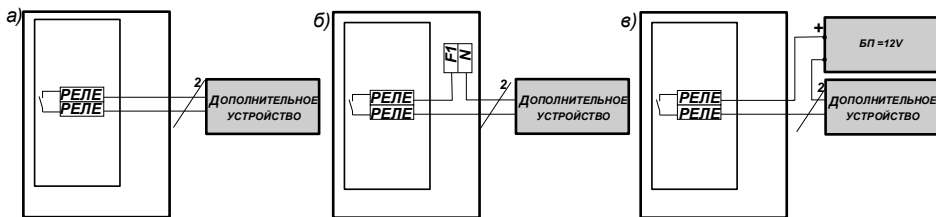

Рис. 1
Индикация состояния каждого датчика осуществляется трехцветными светодиодами № 1-8, выведенными на переднюю панель пульта (см. Приложение А Рис.1). Индикация состояний датчиков приведена в Таблице №1 РЭ.
Сброс памяти сработки происходит нажатием кнопки «СБРОС/ТЕСТ» на лицевой панели (см. Приложение А Рис. 1).
Встроенная звуковая сигнализация включена, пока есть активный сигнал датчика загазованности, или пока не будет нажата кнопка «СБРОС/ТЕСТ» на лицевой панели (см. Приложение А Рис. 1).
Электрический монтаж рекомендуется выполнять согласно Рис.1 Приложения Б в приведенной ниже последовательности.
2.2.2 Подключить дополнительное устройство, например светозвуковой оповещатель, к клеммам «РЕЛЕ» на плате «ТТ003», согласно одного из приведенных ниже вариантов на Рис. 1.